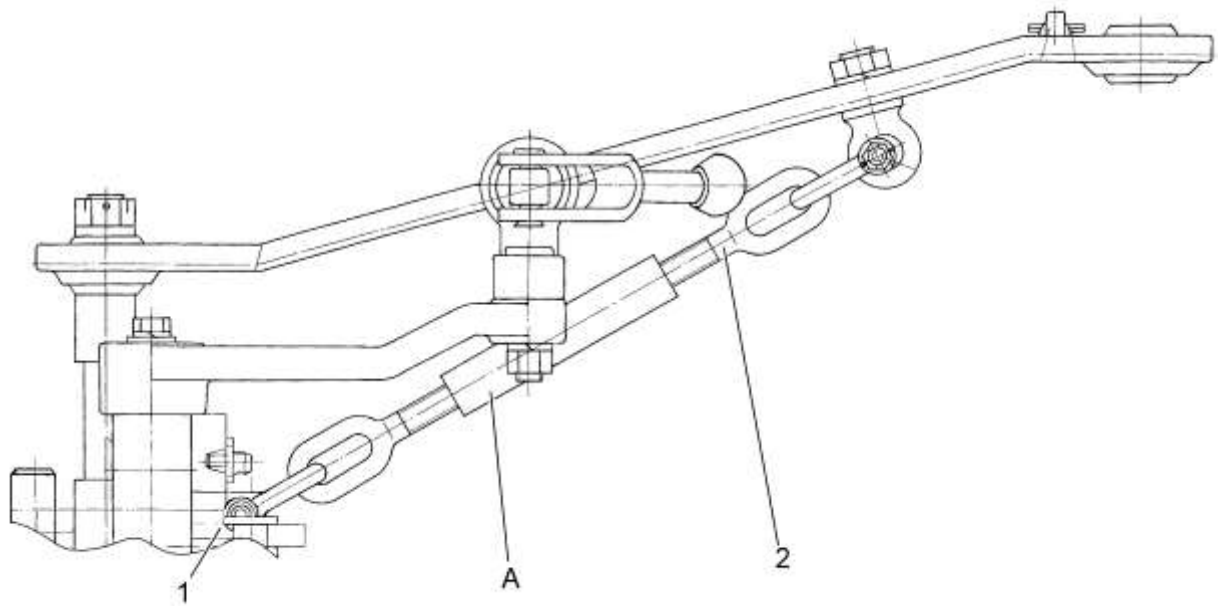

Рисунок 3.4.1 – Частичная и полная блокировка внешних стяжек
- для получения раскачивания орудия в каждую сторону не менее 50 мм подрегулируйте длины стяжек 2 (рисунок 3.4.1) вращением центрального элемента А стяжек.